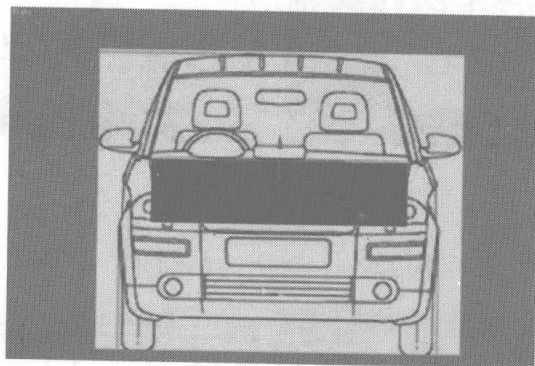

图 7.17
- 01** 我们先制作汽车的车头。单击 ，进入创建面板，单击  按钮，选择 **Standard Primitives** 类型，单击 **Plane** 按钮，在 Right 右视图中创建一个面片，如图 7.17 所示。